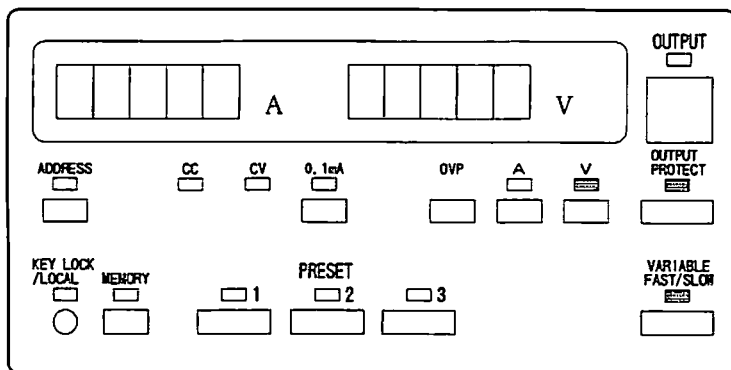

図 7
- 1) 図7のような状態にしてください。(必ず、OUTPUT・LEDが消灯していることを確認してください。)
- 3) A・キー⑥を押してA・LEDの点灯を確認します。
- 5) OUTPUT・キー⑬を押すと、+と-の出力端子⑬⑭より設定した出力値が得られます。